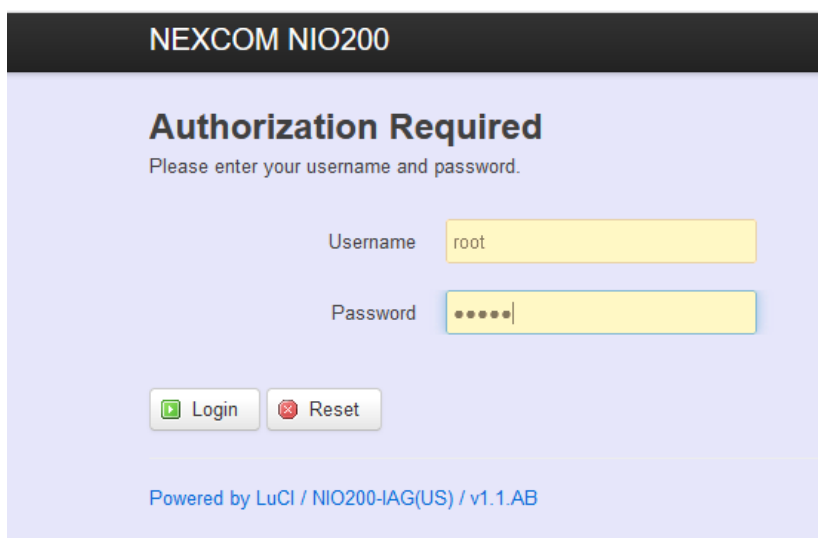

Figura 15.1 – Website de administração do INTREPID
1. Faça login no site do administrador, Figura 15.1,